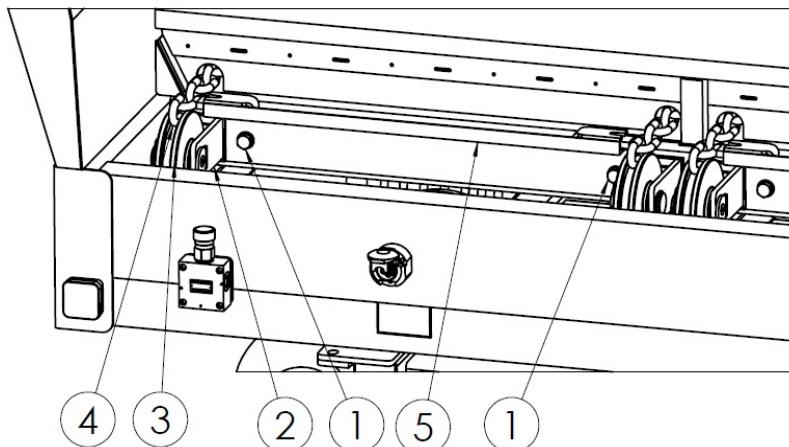

Рисунок 27. Натяжение цепей напольного конвейера
Натяжение цепей напольного конвейера во время работы должно проверяться каждый день, в частности, в начальный период его работы. Натяжение конвейерных цепей осуществляется с помощью регулировочных болтов, расположенных в передней части кузова – рисунок 27. Для увеличения натяжения цепей ввинтите регулировочные болты (1) так, чтобы ползунок натяжителя (2) вместе с роликом (3) двигался вперед. Операцию натяжения необходимо провести для обеих пар цепей (4), обращая внимание на их одинаковое натяжение.